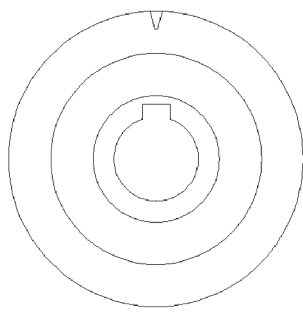

图 13-25 修剪多余的直线
5) 单击【修改】选项板|【修剪】按钮 ↯ ，修剪多余的线段，修剪后的效果如图 13-25 所示。